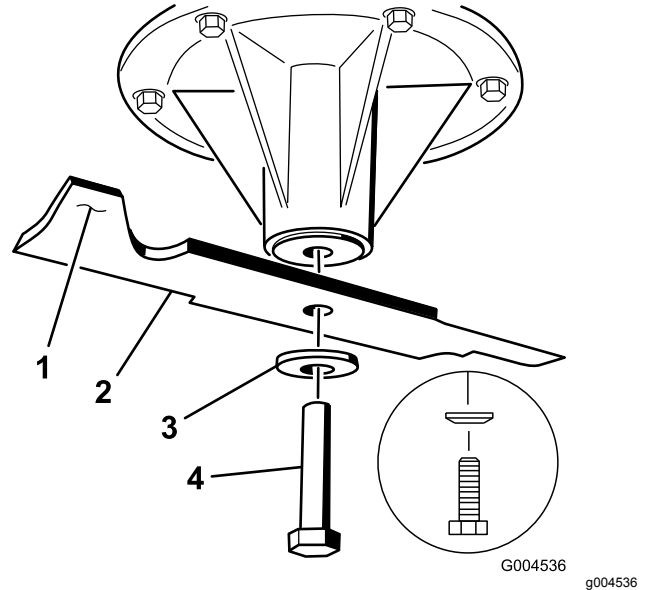

Figura 115
2. Retire del eje el perno de las cuchillas izquierda y central, la arandela curva y la cuchilla (Figura 115).
3. Retire del eje el perno de la cuchilla derecha (perno con rosca a izquierdas), la arandela curva y la cuchilla (Figura 115).
- Instale las cuchillas izquierda y central, las arandelas curvas y los pernos de las cuchillas en los ejes (Figura 115 y Figura 116).
Nota: Instale la arandela curva con el cono hacia la cabeza del perno (Figura 115).
- Instale la cuchilla derecha, la arandela curva y el perno de la cuchilla (perno con rosca a izquierdas) en el eje (Figura 115 y Figura 116).